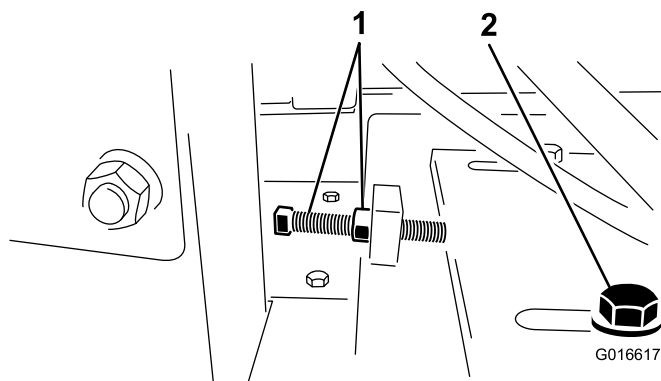

Figura 26
4. Afloje el perno tensor de la correa y la contratuercia (Figura 26).
4. Afloje el perno tensor de la correa y la contratuerca, y mueva el motor hacia la carcasa del volante para aflojar la correa (Figura 26).